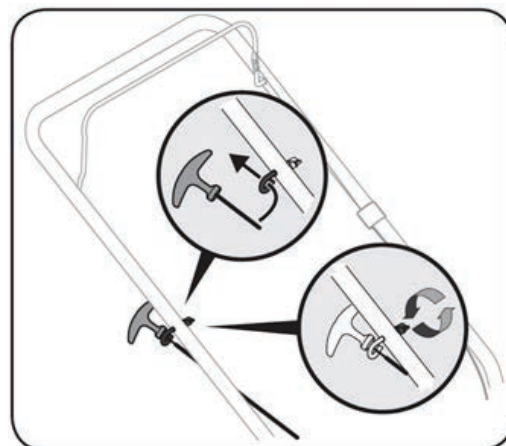

Figure 2-3
3. Passez la corde dans l'œillet du boulon. Voir Figure 2-3.